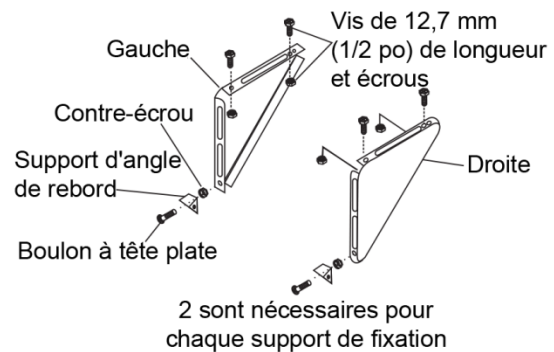

Fig. 15B
2. Assemblez le support d'angle du rebord aux supports de fixation à la position repérée (Fig. 15B).